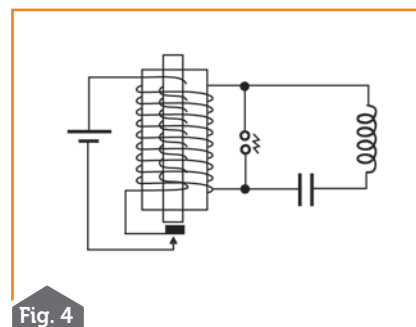

Fig. 4
Fig. 4 - Layout di esempio per lo stampato dell'amplificatore completo della funzione shutdown (A) e nella versione semplificata (B). La larghezza delle linee di ingresso ed uscita deve essere calcolata per una impedenza di 50Ω , il valore esatto dipende quindi dal laminato e dalla configurazione impiegata (microstrip oppure CPW). Le crocette indicano gruppi di vias verso il piano di massa
Adesso andiamo indietro all'era delle trasmissioni a scintilla e vediamo come veniva fatto funzionare il circuito di fig. 1. Semplicemente applicando fra A e B, anziché la batteria con R' e l'interruttore S, un generatore di alta tensione, inizialmente un rocchetto di Ruhmkorff collegato a uno spinterometro, fig. 4.